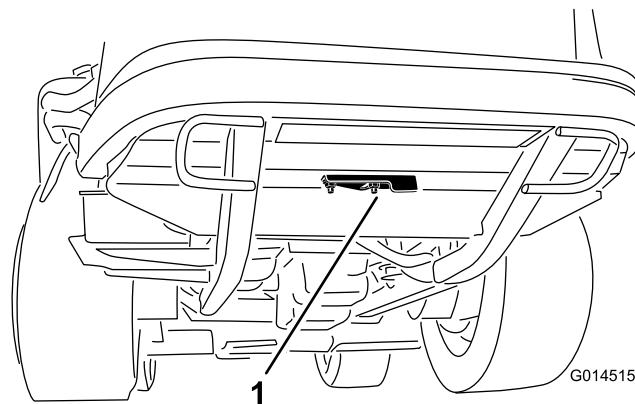

Bild 43
2. Lockern Sie die Bundmutter, die den Reinigungsdeckel an der Unterseite des Hinterrahmens befestigt (Bild 43). Drehen Sie den Deckel zur Seite, um die Reinigungsöffnung im Rahmen freizulegen.